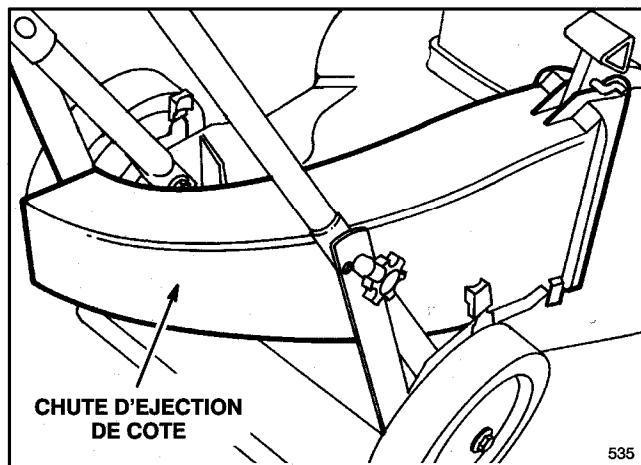

Figure 21
**2. Kit d'éjecteur latéral, modèle 59289.** Installez l'éjecteur et la chute d'éjection latérale pour convertir la tondeuse Recycler® II en tondeuse à éjection latérale (Fig. 21). Inclut l'obturateur du canal d'éjection.